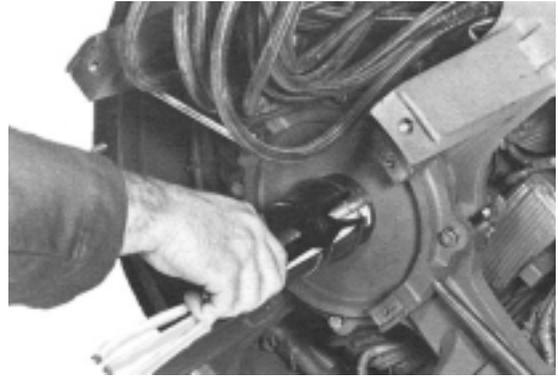

Figure 6-65
1. Monter le clips (alternateurs à carcasse 430) et la rondelle élastique sur l'arbre. (Figure 6-65)